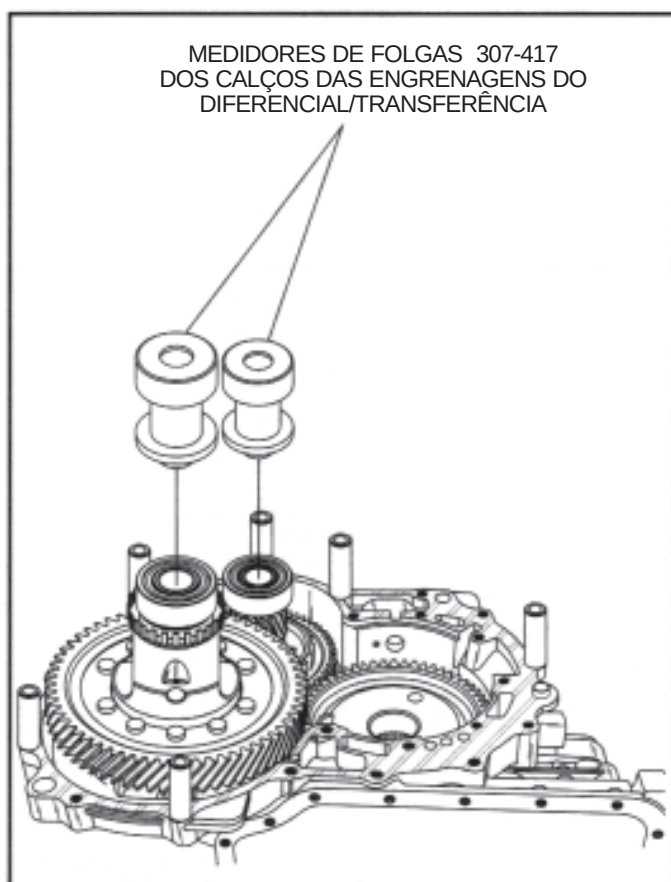

Figura 138
53. Instale o medidor de folgas (307-417) no calço do rolamento da caixa do diferencial, conforme ilustrado na Figura 138.
54. Instale o medidor de folgas (307-417) no calço do rolamento do eixo de transferência, conforme ilustrado na Figura 138.